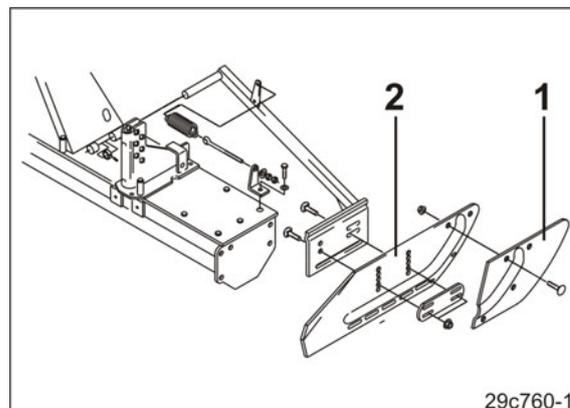

Fig. 18
1. Avvitare le prolunghe (Fig. 18/1) alle lamiere guida laterali (Fig. 18/2) del rotocoltivatore/dell'erpice rotante.